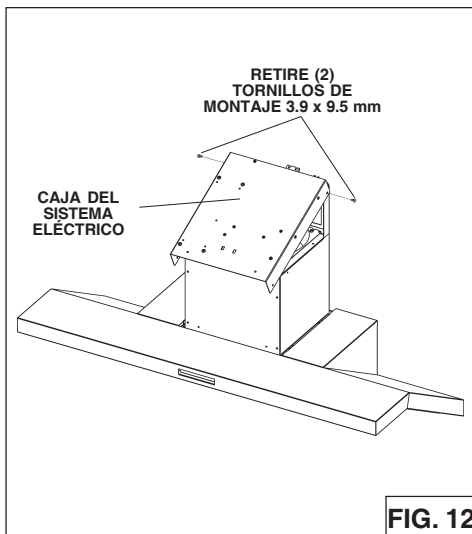

FIG. 12
1. Retire la caja del sistema eléctrico del bastidor de la chimenea quitando (2) tornillos de 3.9 x 9.5 mm. Fig. 12.
2. Fije la caja del sistema eléctrico al bastidor usando (2) tornillos de 3.9 x 9.5 mm que quitó en el Paso 1 y (2) tornillos de 3.9 x 9.5 mm y (2) arandelas planas de la bolsa de herrajes.